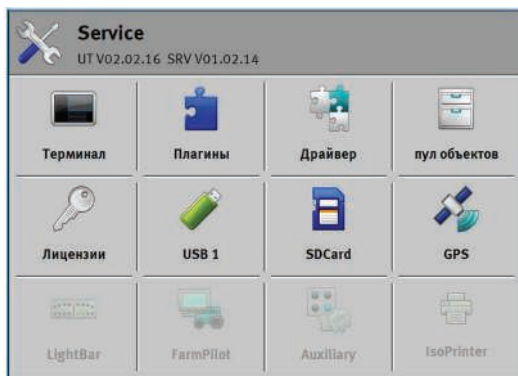

Рисунок 1.7 – Стартовое окно приложения
1. Открыть приложение **Service** . Появляется стартовое меню приложения (рисунок 1.7).